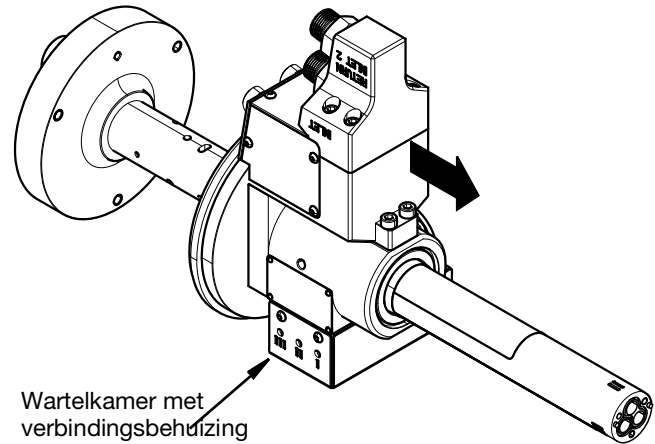

FIG. 17
9. Schuif de wartelkamer er met de verbindingsbehuizing af. Zie FIG. 17.